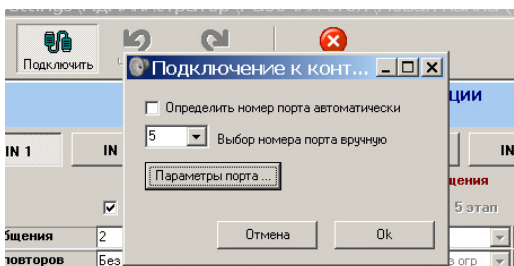

Рис. 44
- Снимите «галку» с «Определить номер порта автоматически» и установите номер установленного порта вручную (Рис. 44)